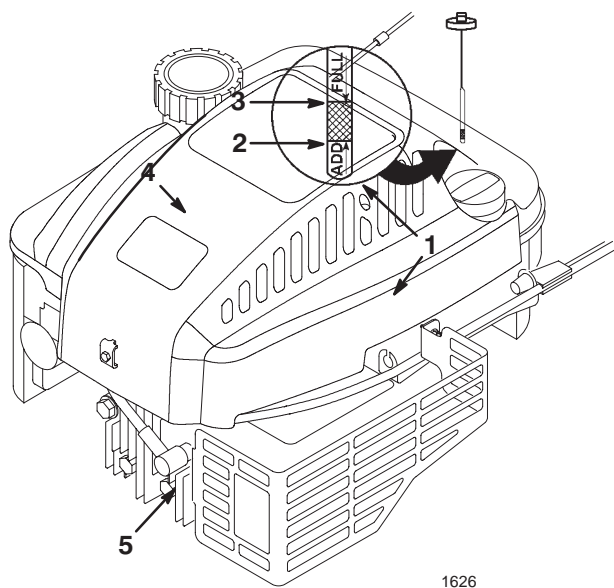

Figure 7
Avant chaque utilisation, vérifiez que le niveau d'huile arrive entre les repères maximum (*Full*) et minimum (*Add*) de la jauge (Fig. 7).
2. Nettoyez la surface autour de la jauge (Fig. 7).
6. Voyez le niveau d'huile indiqué par la jauge (Fig. 7).
1. Nettoyez la surface autour du bouchon du réservoir de carburant (Fig. 7).
1. Connectez la bougie (Fig. 7).